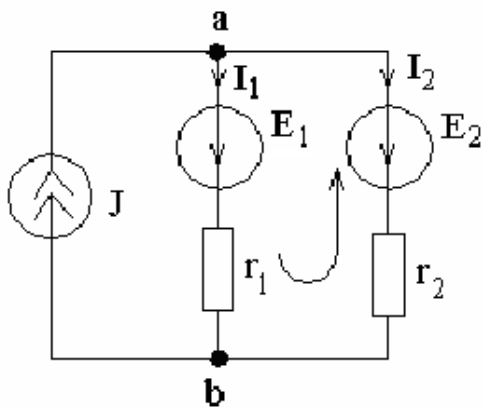

Рис. 40
10. Цепь (рис. 40) содержит идеальный источник тока $J=1$ А и источник ЭДС $E_1=50$ В, $E_2=100$ В, сопротивления $r_1 = r_2 = 10$ Ом. Определить все токи и составить баланс мощностей для цепи.